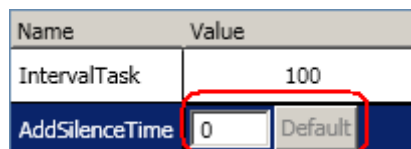

Рисунок 9 – Изменение системного параметра *AddSilenceTime*
- двойным щелчком мыши нажать на поле столбца «Value» и перейти в режим редактирования (Рисунок 9);